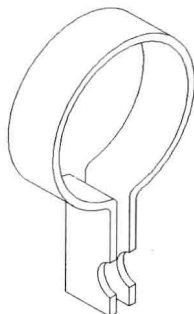

图 8-3-26
(9) 单击“按住/拖动”按钮 , 单击实体上的端面, 向左拖动光标, 再次单击鼠标。单击圆对象, 按 Delete 键, 删除圆。实体表面移动之后模型的效果如图 8-3-26 所示。